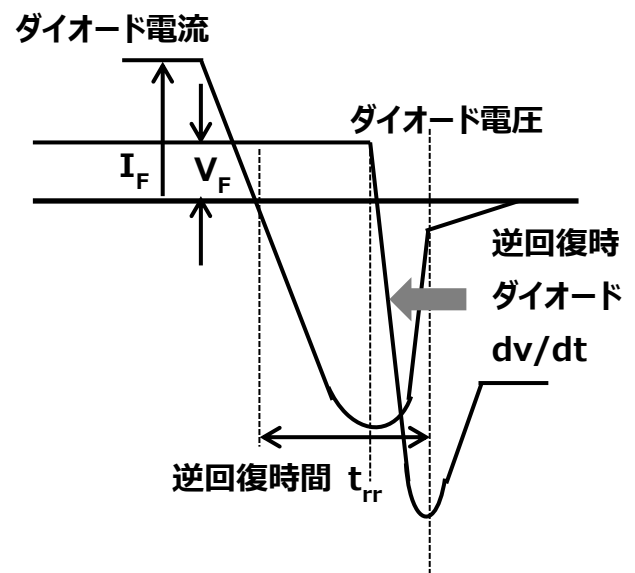

図 1.4 ダイオード逆回復時波形
次に再び Q_2 がオンすると電流は Q_2 に流れ始め (図 1.3 ②)、 Q_1 のボディダイオードは逆回復動作に入り、ドレイン・ソース間の電圧が急激に上昇します。この時の電圧変動率がダイオードの逆回復時の dv/dt です。図 1.4 に波形を示します。